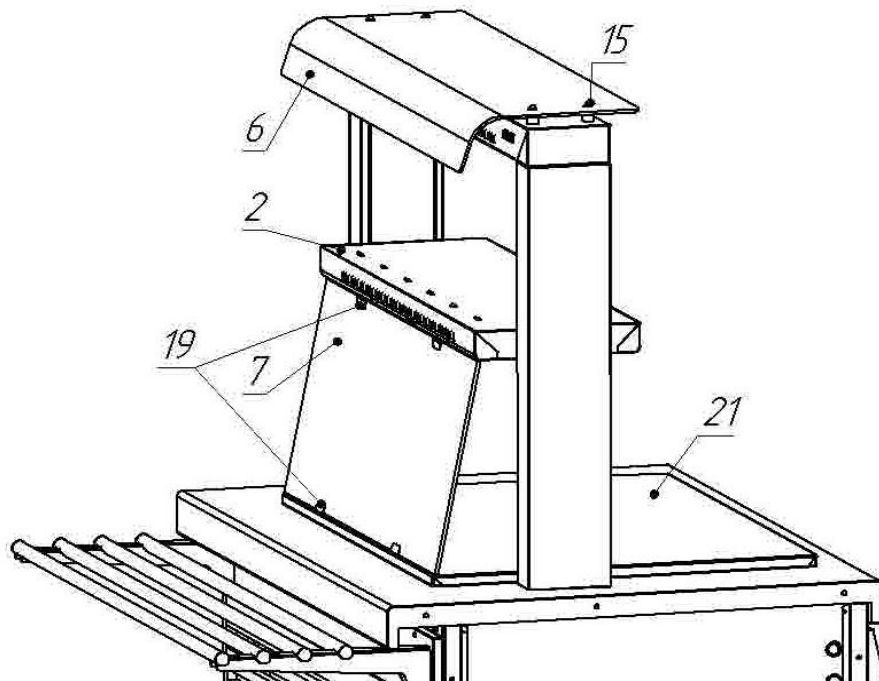

Рис. 4.2
- Пропустить жгут (провод) через отв. в столешнице, установить полку на столешницу и закрепить её крепёжными элементами поз. 10, 11, 12 (см. рис. 4.2, и таблицу **приложение 2**). Полку следует ориентировать так, чтобы тиснение надписи **ATESY** на ней было обращено в сторону направляющей (см. рис. 4.2);